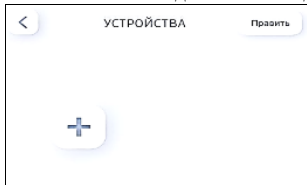

Рис. 2. Окно «Устройства»
3. В приложении на главном окне коснуться иконки и перейти в окно «Устройства» (Рис. 2).